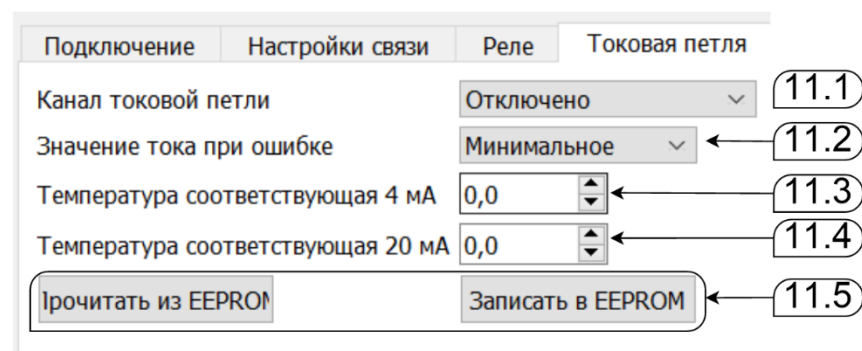

Рисунок 11 Токовая петля - Вкладка программы ПК: 11.1 режим работы токовой петли пирометра; 11.2-11.4 параметры токовой петли; 11.5 прочтение/запись EEPROM
9.5.1 Канал токовой петли (см. Рисунок 11: п. 11.1).
9.5.2 Значение тока при ошибки (см. Рисунок 11: п. 11.2).
9.5.3 Диапазон температур (см. Рисунок 11: пп. 11.3-11.4).
9.5.4 Запись в устройство (см. Рисунок 11: п. 11.5)